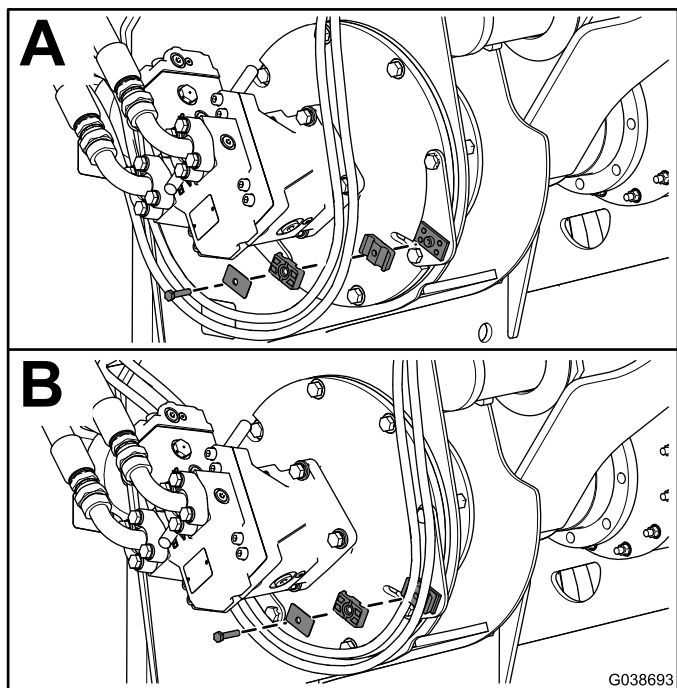

図 6
1. 各油圧ホースをトレンチャのドライブカバーに取り付けるチューブクランプ4個、カバープレート2枚、ボルト5/16 x 1-1/2 インチ2本を使用して図6のように取り付ける。